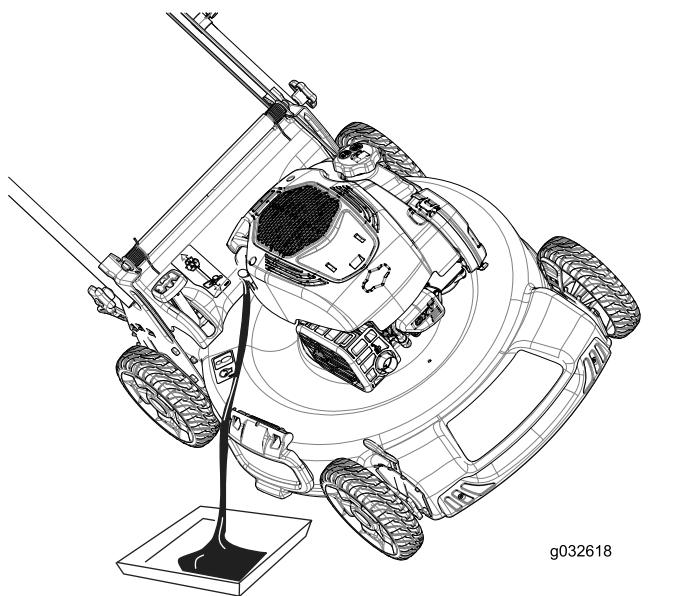

Figura 34
- Incline o cortador para o lado (de forma a que o filtro de ar fique voltado para cima) para drenar o óleo utilizado para fora do tubo de enchimento do óleo (Figura 34).